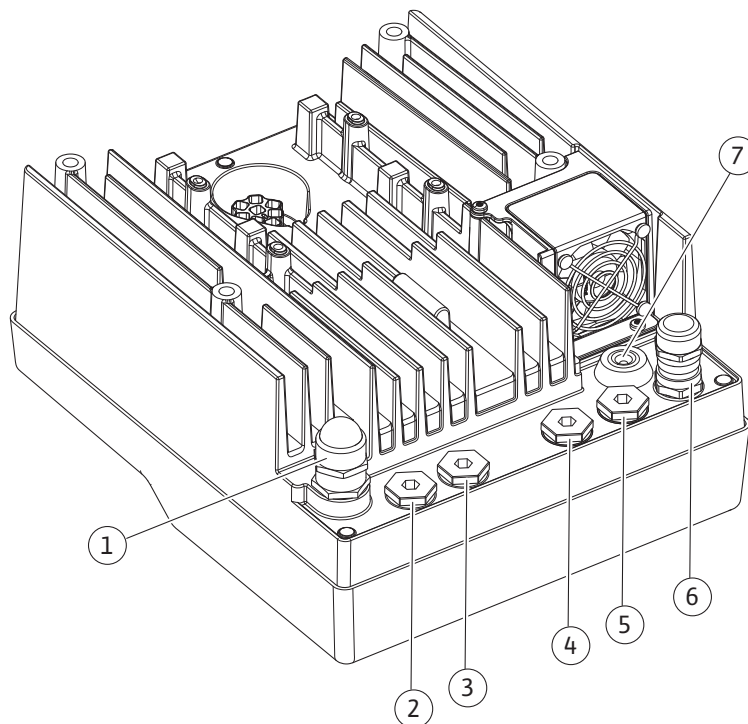

Fig. 10: Kabelschroefverbindingen/kabelaansluitingen
- CIF-module op het gebouwbeheersysteem (buscommunicatie): Het scherm wordt via de kabeldoorgang met de elektronicamodule verbonden (Fig. 10).
4. Leid de aansluitkabel door de kabelschroefverbinding M25 (Fig. 10, pos. 1). Draai de kabelschroefverbinding met het voorgeschreven draaimoment vast.